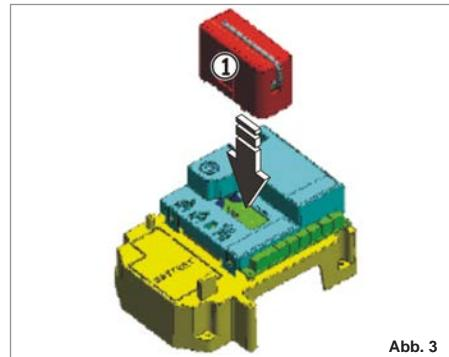

Abb. 3
Das elektronische Steuergerät ist mit einem integrierten zweikanaligen Entschlüsselungssystem ausgestattet. Dieses System ermöglicht über ein zusätzliches Empfängermodul (Abb. 3 Bez. ①) und Funksteuerungen derselben Frequenz sowohl die Einspeicherung der vollständigen Öffnung (OPEN A) als auch die der Teilloffnung (OPEN B) der Automation.